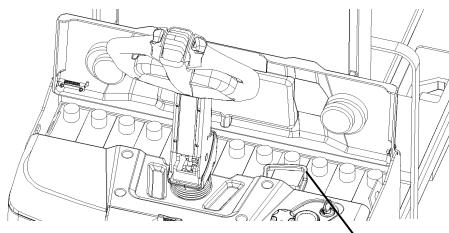

Рис.14: Зарядка АКБ
Припарковать штабелер в безопасной зоне, выключить его с помощью замкового выключателя (14), затем нажать аварийную кнопку (12). Открыть крышку аккумуляторного отсека, открутить фиксирующую пластину, отсоединить клеммы (Рис.14) и аккуратно вытащить аккумулятор. Операция по установке аккумулятора происходит в обратном порядке. Первыми подсоединить положительные клеммы. В противном случае оборудование может быть повреждено.